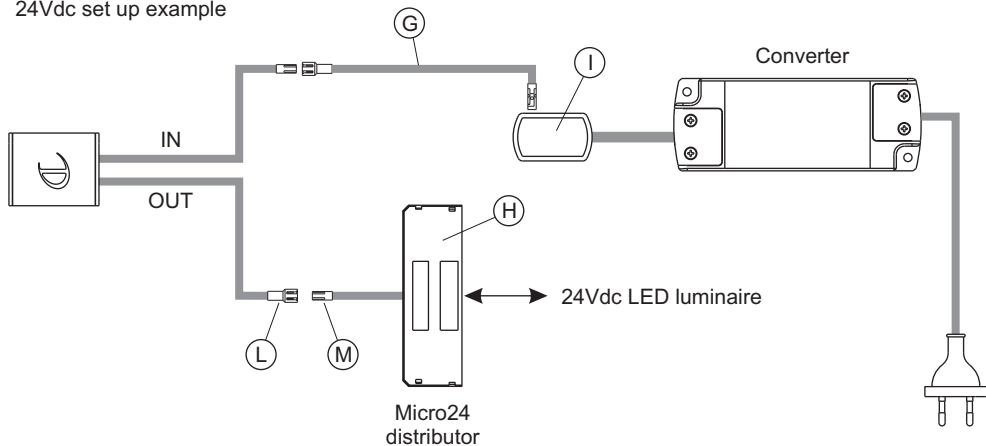

Fig 4
- For connection to a 24Vdc power supply (figure 4) an adaptor wire (G) and the Micro24 (H) distributor provided in the package must be used. Connect the **DOT FW** input wire (IN) connector to the adaptor wire (G) and then to one of the free slots on the distributor (I) on the secondary
- Für den Anschluss an ein Netzteil mit 24 Vdc (Abb. 4) sind das in der